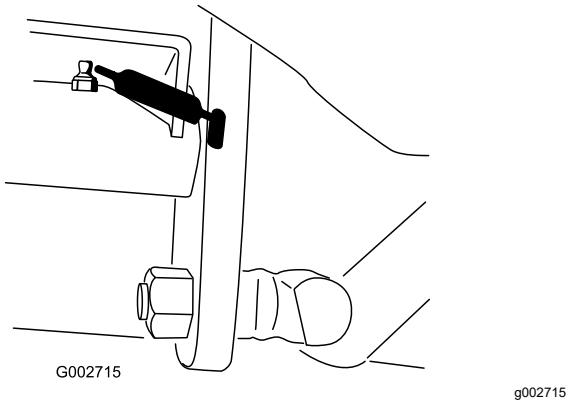

Figura 20
- 1 cojinete en el pivote del pedal de tracción (Figura 20).